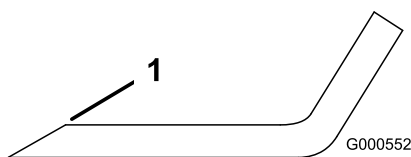

Figura 56
- Utilice una lima para afilar el filo de corte en ambos extremos de la cuchilla (Figura 56).
**Nota:** Si la cuchilla no está equilibrada, rebaje algo el metal en la parte de la vela solamente con una lima (Figura 56).